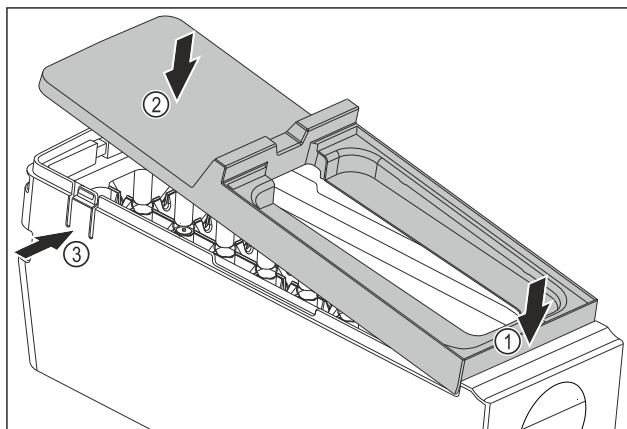

Fig. 90
- ▶ Встановіть кришку корпусу EasyTwist-Ice: Прикріпіть кришку спереду. Fig. 90 (1)
- ▶ Опустіть кришку ззаду. Fig. 90 (2)
- ▷ Кришка зі звуком фіксується в обох виступах Fig. 90 (3).